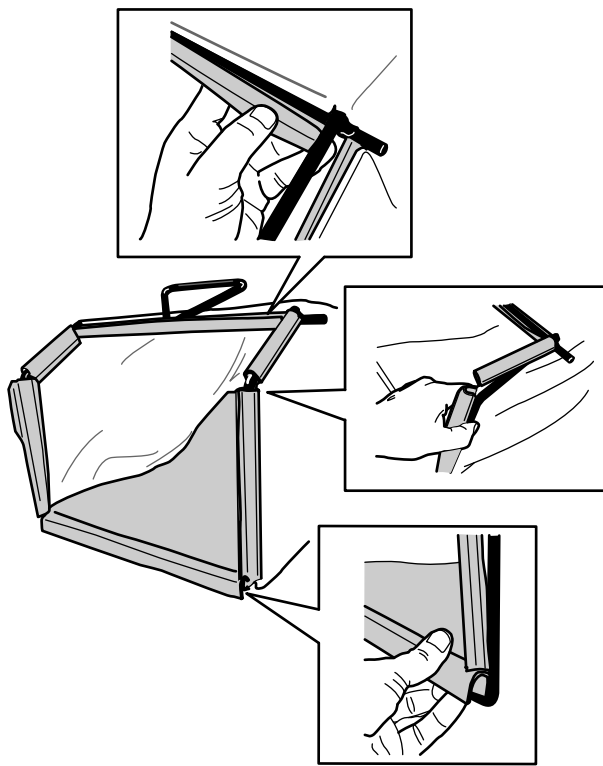

Figura 10
2. Agganciate il canale inferiore del cesto sul fondo del telaio (Figura 10).
3. Agganciate i canali superiore e laterali del cesto rispettivamente sulle parti superiore e laterali del telaio (Figura 10).